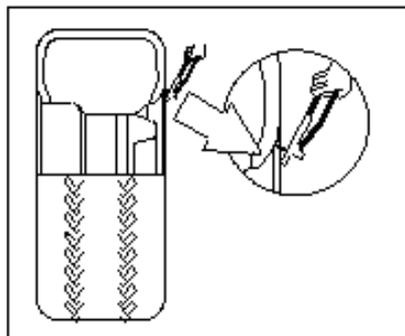

Рис.03
- Удалите противовесы и грязь с обода (Рис. 03).